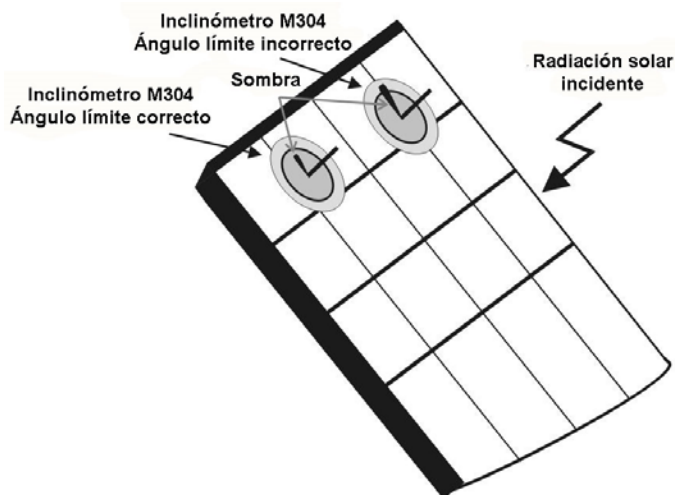

Fig. 7b: Posicionamiento del inclinómetro M304
16. Monte el soporte sobre el disco del accesorio M304 (inclinómetro) en dotación y apóyelo sobre la planta del módulo. **Verifique que la sombra del soporte no se proyecta sobre el disco y caiga dentro del “cerco concéntrico límite” interno al mismo disco (ver Fig. 7b). En caso contrario el ángulo entre los rayos solares y la superficie del módulo es muy elevado y muy distinto de las condiciones de prueba declaradas por el fabricante, por tanto las medidas efectuadas por el instrumento NO son consideradas correctas y es necesario repetir las operaciones en otro momento del día**